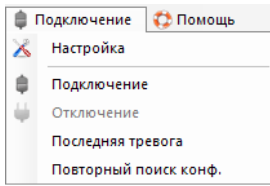

РИС. 9 Меню «Подключение»
5.2. Меню «Подключения» (РИС. 9) позволяет: